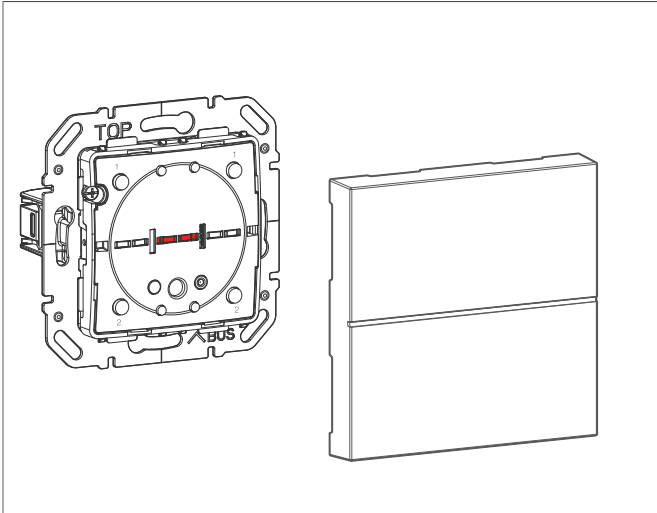
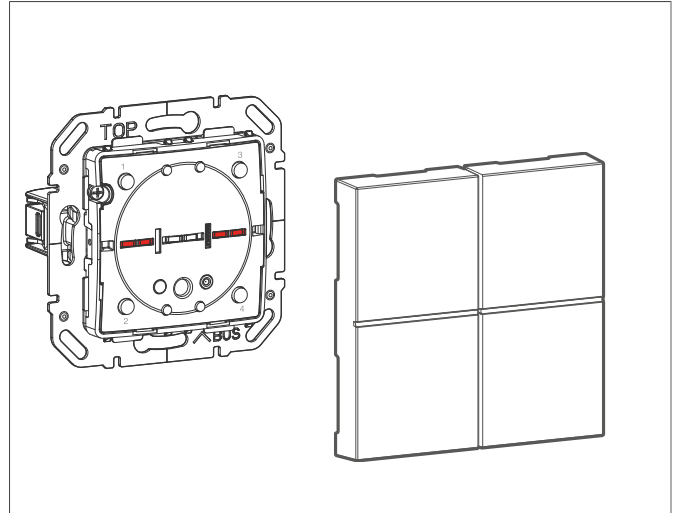

Fig. 2: Tryckknapp, 1-fack, centrumplatta med 2 knappar
Fig. 3: Tryckknapp, 2-fack, centrumplatta med 4 knappar
- LED-statusberoende på enhetens version (Fig. 2 och Fig. 3)